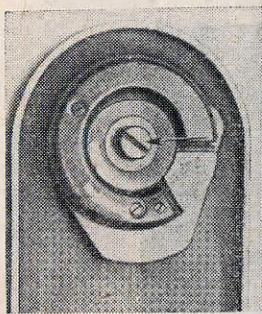

Рис. 160. Замок аппарата «Зенит»
**Прокручивается замок,** не фиксирует положения запора крышки. Для восстановления работы замка снимается нижняя крышка и вывинчивается винт крепления замка (рис. 160). После удаления замка в направляющей прорези обнаруживается винт. Если винт произвольно вывернулся, его вставляют в отверстие и накрепко затя-